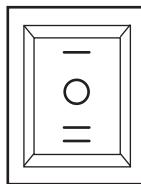
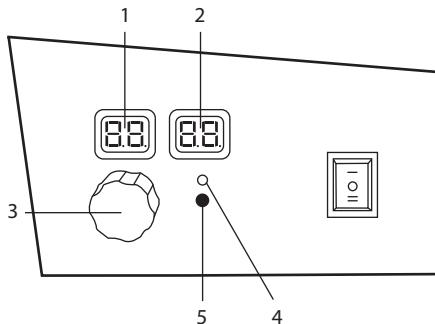

Рис. 4
Рис. 5
- Для использования в режиме вентилятора переведите переключатель в положение I (ВЕНТИЛЯЦИЯ) (рис. 4). Вентилятор начнет работать, цифровой дисплей отобразит текущую температуру в помещении.
- Для работы в режиме обогрева включите подачу газа и переведите переключатель в положение II (ОБОГРЕВ) (рис. 4). Левый дисплей 1 отобразит установленную температуру, а правый 2 – текущую температуру в помещении (рис. 5). Поджиг произойдет автоматически, когда установленная температура будет выше температуры в помещении. Температура регулируется при помощи ручки терmostата 3.